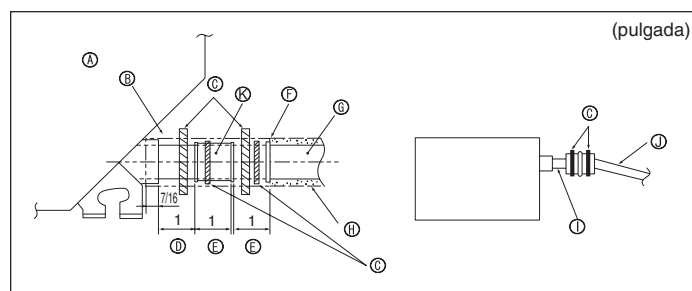

Fig. 5-2
- Conecte el tubo de desagüe (suministrado con la unidad) al orificio de desagüe. (Fig. 5-2) (Sujete el tubo con cinta aislante y asegure la conexión con una abrazadera.)